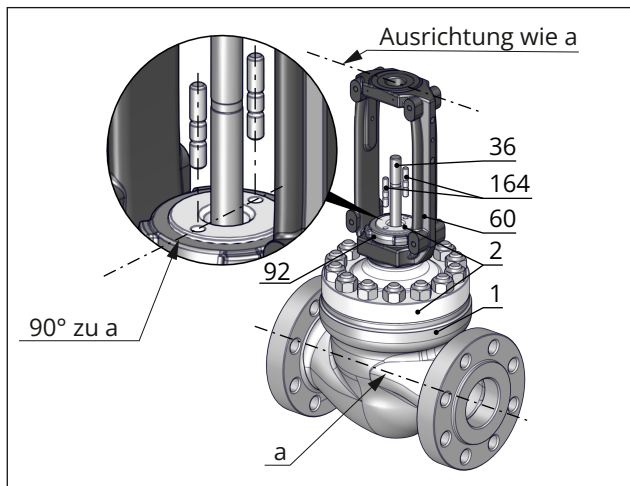

Bild 26: Ausrichtung des Oberteils auf dem Ventilgehäuse und Ausrichtung des Jochs auf dem Oberteil
2. Hubschild (84) mit Lasche (83) und gegebenenfalls Warnhinweisschild (255) mit Schrauben (82) am Joch festschrauben. Dabei das Hubschild (84) gemäß Tab. 8 an der Lasche (83) vorpositionieren.
3. Halter (302) mit Schrauben (306) und Scheiben (308) festschrauben. Anzugsmomente beachten, vgl. Tab. 7.
4. Joch (3) so auf das Oberteil aufsetzen, dass die beiden Bohrungen auf der Oberseite des Oberteils zu den offenen Seiten des Jochs weisen, vgl. Bild 26.
5. Joch (3) mit Schlagmutter (92) befestigen.
- a) Packungsbrille (162) über die Stiftschrauben (164) am Ventiloberteil (2/21) auf das Druckstück (8) aufsetzen.
- b) Beide Spannmutter (163) (bei außen federbelasteter Packungsbrille inklusive der Tellerfedern) auf die Stiftschrauben (164) aufschrauben und handfest anziehen. Bei der federbelasteten Ausführung die Spannmutter (163) dabei durch die Bohrungen der Packungsbrille führen.